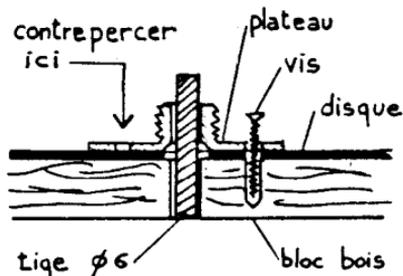

Fig. 11
* Contreperçage du disque d'ébonite : dans un bloc de bois ou contreplaqué, percer un trou \varnothing 6 (environ). Y placer une petite tige de centrage. Poser à plat le disque puis le plateau de douille (donc centrage assuré). Contrepercer prudemment le premier trou dans le disque (l'ébonite est fragile), puis continuer dans le bois. Dans le trou, placer une vis de \varnothing 3 (fig. 11). Contrepercer ensuite le trou diamétralement opposé, de même, et y placer une vis. Contrepercer les 2 trous restant.